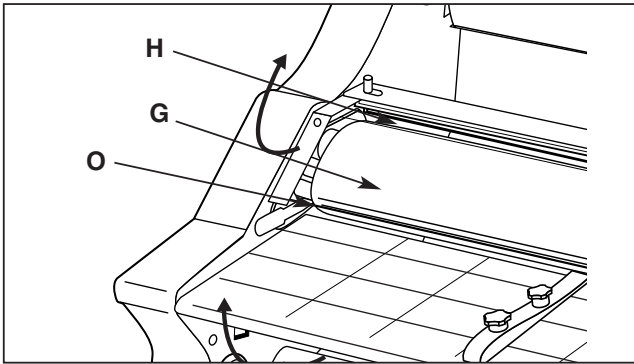

Figure 3A
**G. HEAT SHOES:** Teflon coated heat shoes melt the adhesive on the laminating film before it is compressed by the nip rollers. (Figure 3A).
**G. ROULEAUX CHAUFFANTS :** Les rouleaux chauffants recouverts de Téflon fondent l'adhésif sur le film de plastification avant de le comprimer avec les rouleaux pincés. (Figure 3A).